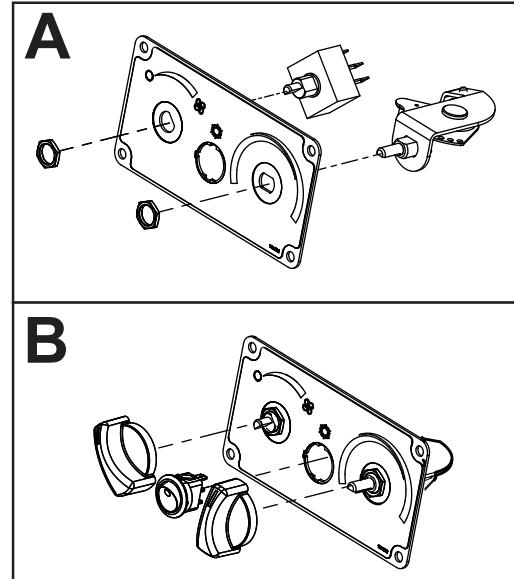
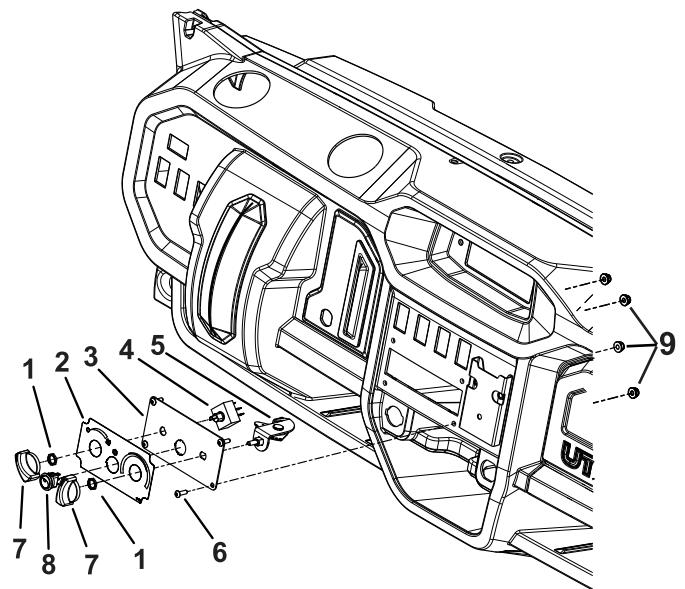

Figura 5
Figura 6
4. Instale os dois interruptores com manípulos no painel de controlo com duas porcas de interruptor (7/16 pol.) como se mostra em Figura 5 e Figura 6.
5. Instale o interruptor basculante do A/C no painel (Figura 5 e Figura 6).
6. Instale um manípulo sobre cada interruptor (Figura 5 e Figura 6).